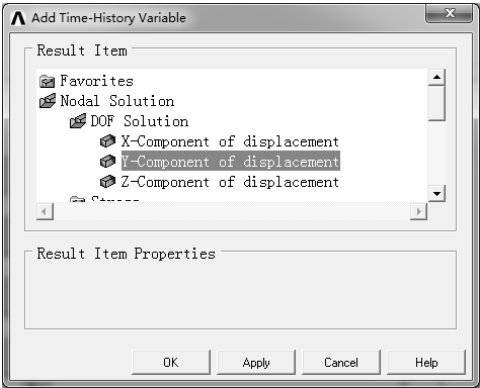

图 7-207 “Add Time-History Variable”对话框
- 2) 单击按钮，弹出“Add Time-History Variable”对话框，在“Result Item”列表框中依次选择“Nodal Solution>DOF Solution>Y-Component of displacement”选项，如图 7-207 所示。